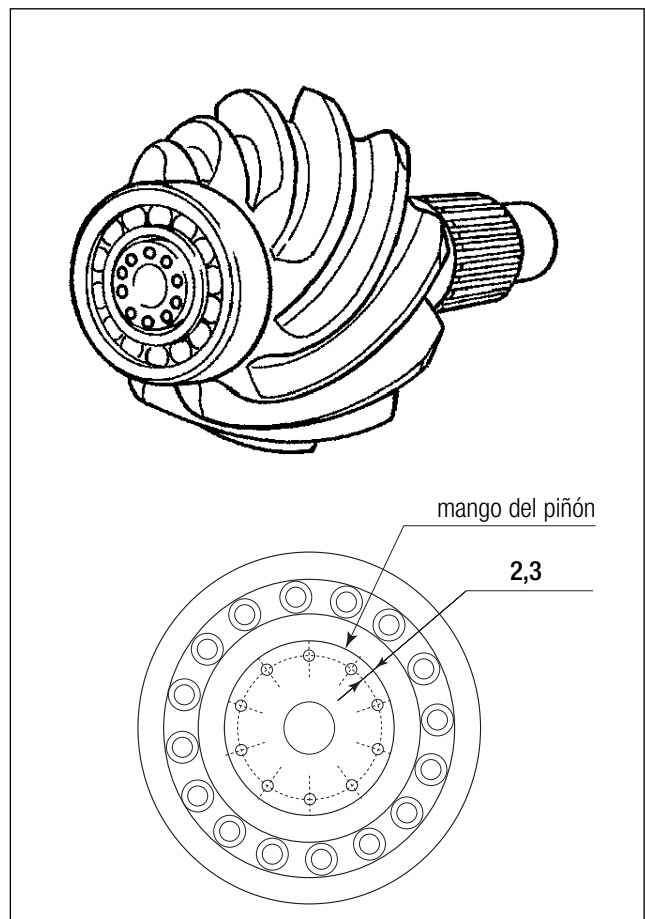

Fig. 34
4. Remachar el mango del piñón en 10 posiciones equidistantes como se indica mediante **Herramienta CT06**. En caso de presencia de entalladura obtener al menos una cantidad de marcas completas equivalentes al número de los dientes del piñón (por marca completa se entiende la que no llegue al espacio de la entalladura). (Fig. 34)